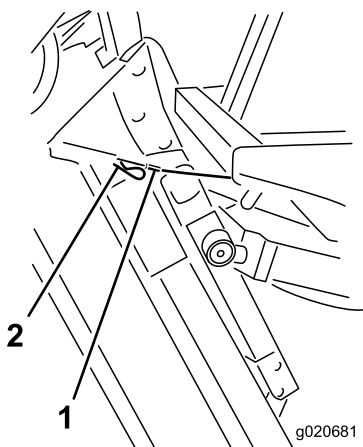

Figure 86
6. Tout en maintenant l'unité à la verticale, placez l'extrémité du câble sur l'axe du bras de levage et fixez-le en position à l'aide de la goupille fendue (Figure 86).